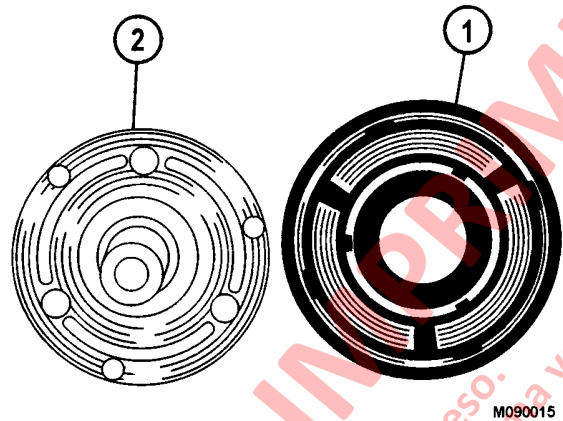

FIGURA 4-21.
3. Rosque el instalador de la placa impulsora (1, Figura 4-21) hacia el eje del compresor. El espaciador (2) debe estar en su lugar debajo de la tuerca hexagonal en la herramienta.